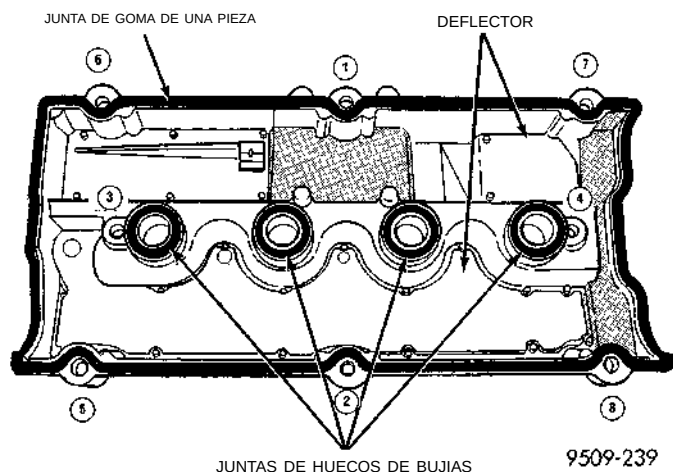

Fig. 21 Tapa de culata de cilindros y junta
(2) Retire los dispositivos de fijación de la tapa de culata de cilindros (Fig. 21).
(3) Retire la tapa de la culata de cilindros.
(2) Aplique sellante adhesivo de caucho siliconado Mopar a las esquinas de la tapa del árbol de levas y a los bordes superiores de la junta semicircular.
(3) Instale el conjunto de la tapa de culata en la culata de cilindros y apriete los dispositivos de fijación en la secuencia que se muestra en la (Fig. 21). Utilice el método de torsión en tres pasos:
(4) Instale el conjunto de bobina de encendido. Apriete los dispositivos de sujeción con una torsión de 12 N·m (105 lbs. pulg.).